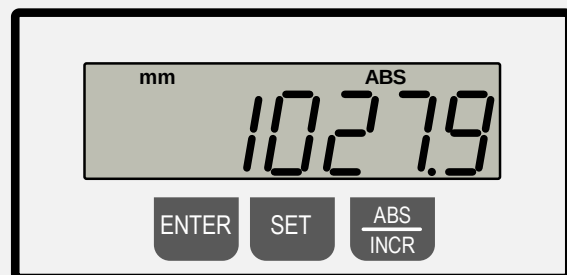

Abbildung 72: Anzeige abweichend vom Referenzmaß
- Beide Tasten los lassen und den Anschlag von Hand verschieben, bis die Anschlagklappe das Skalenmaß **1000,0 mm auf dem Lineal exakt erreicht hat**. In diesem Beispiel erscheint eine abweichende Digitalanzeige von 1027,9 mm (siehe ⇨ Abbildung 72).